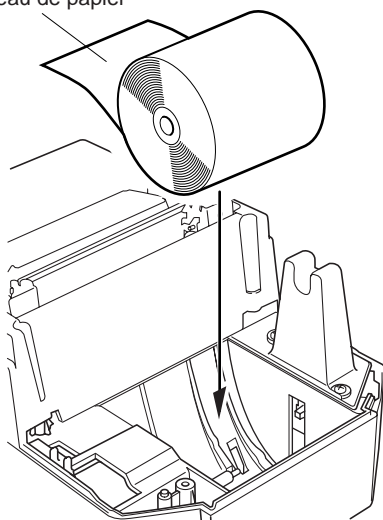

Fig. 6-5 Chargement du papier
- ④ En faisant attention au sens du rouleau, mettez le rouleau de papier en place dans le creux, comme indiqué dans la figure 6-5.
- ⑤ Insérer le bord du papier dans le mécanisme d'avance de papier. S'il est inséré correctement, le bord du papier ressortira par la fente de sortie de papier.
- ⑥ Insérez l'extrémité du papier dans la fente de sortie où se trouve la barre de découpage, puis remettez le capot en place en suivant la procédure de dépose du capot décrite à l'étape ① ci-dessus dans le sens inverse.